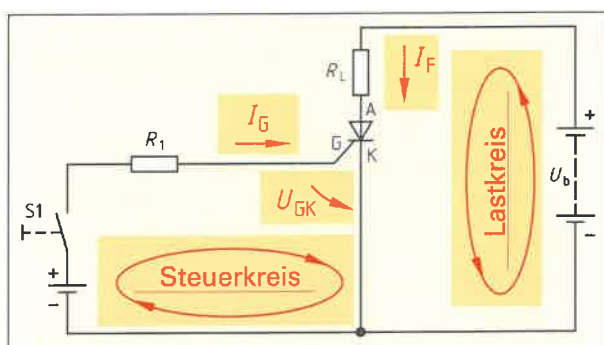

Bild 4: P-Gate-Thyristor an Gleichspannung
3. Ergänzen Sie in Bild 4 die Kennzeichnung von Steuerkreis und Lastkreis. Zeichnen Sie die Bezugspfeile mit Beschriftung für den Gatestrom  $I_G$ , den Durchlassstrom  $I_F$  und die Spannung  $U_{GK}$  ein.